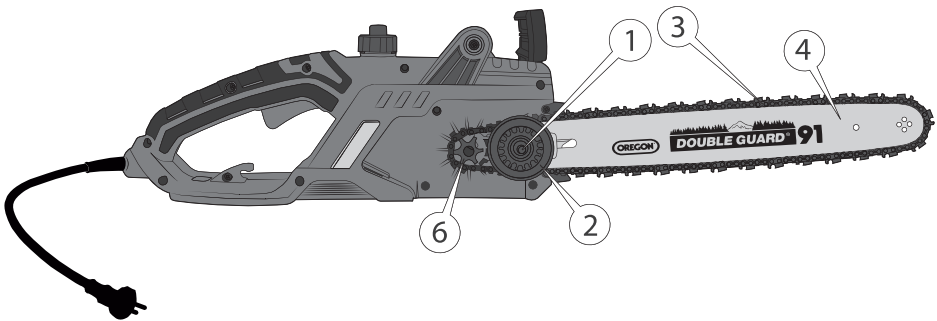

Рисунок 5. Схема встановлення напрямної з ланцюгом на напрямку шпильку і ведучу зірочку.
- перевірити, що на «шину» встановлена зубчаста муфта (2, рис. 5) механізму натяжіння або встановити її та зафіксувати нарізним гвинтом;
- здійснити регулювання натяжіння ланцюга, обертаючи маховичком (2, рис. 3) зубчасту муфту (2, рис. 5) механізму безключового регулювання натяжіння ланцюга. Натяжіння ланцюга виконати до тих пір, доки ланцюг щільно не приляже до нижньої частини напрямної. У вірно натягнутого ланцюга, звичайним зусиллям руки, неможливо вивести різальні ланки за межі напрямної.